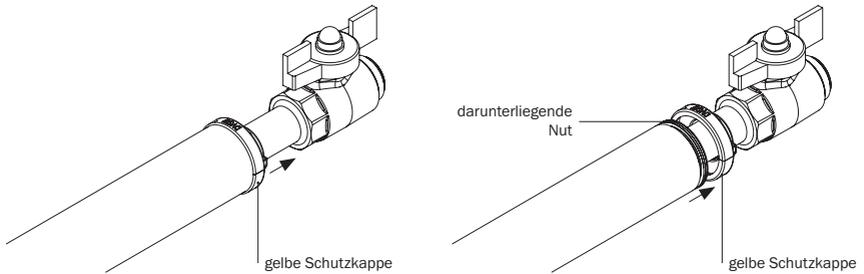

Abbildung 25.3: RMA Gashauseinführung DN 25 (starre Ausführung), gelbe Schutzkappe
- Gelbe Schutzkappe nach oben schieben (s. Abbildung 25.3).